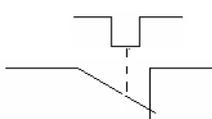

图 11-53 热继电器触点
(5) 绘制虚线。将线型设为虚线, 单击“绘图”工具栏中的“直线”按钮, 绘制虚线, 完成热继电器触点的绘制, 如图 11-53 所示。